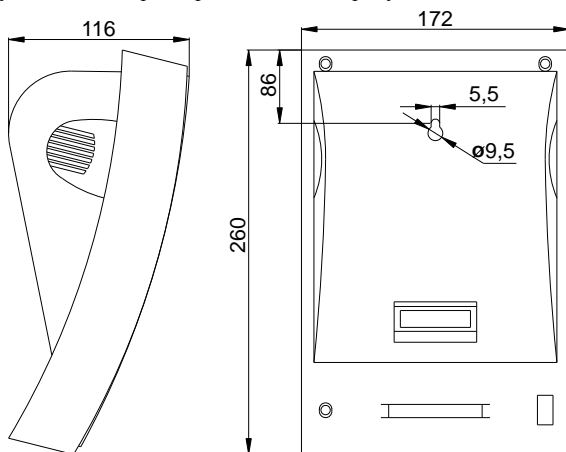

Рис.1 Внешний вид и габаритные размеры корпуса оповещателя
Габаритные размеры, мм	см.рисунок 1
- согласно установочным размерам (см. рисунок 1) просверлить в стене отверстие, вставить в него дюбель и вкрутить шуруп;